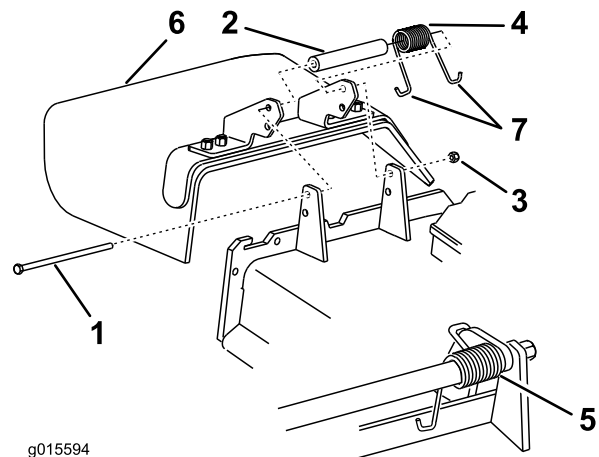

Figura 109
1. Retire la contratuerca, el perno, el muelle y el espaciador que sujetan el deflector a los soportes de pivote (Figura 109).
2. Retire el deflector de hierba dañado o desgastado (Figura 109).
Nota: Asegúrese de colocar el extremo en J del muelle detrás del reborde de la carcasa antes de instalar el perno, tal y como se muestra en la Figura 109.
6. Coloque el gancho en J del muelle alrededor del deflector de hierba (Figura 109).